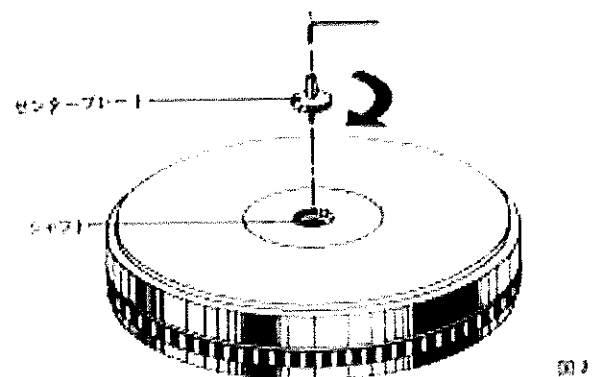

図2
- ハンドルをはずし、かみり、センターボルトを、付属の六角レンチ(小)を使ってしっかりと締付けます。(図2)